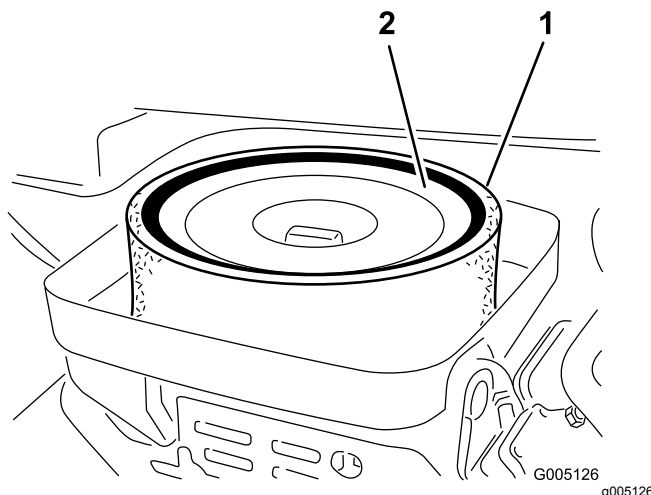

Figure 29
3. Enlevez l'écrou à oreilles qui fixe les éléments au boîtier du filtre à air (Figure 29).
4. Si l'élément en mousse est encrassé, sortez-le de l'élément en papier (Figure 29). Nettoyez-le soigneusement comme suit :